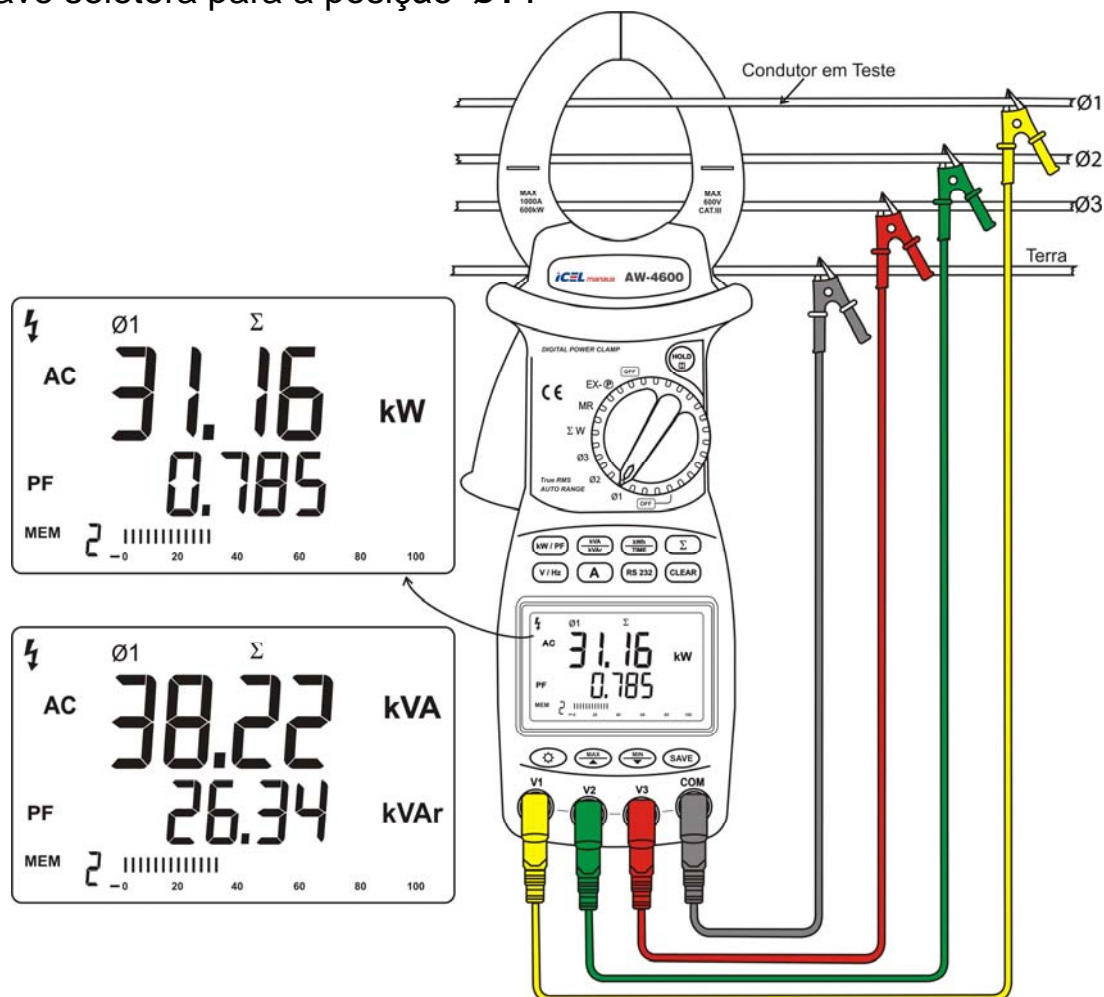

Figura 5.4.1
a. Conecte as pontas de prova no AW-4600 de acordo com a tabela do item 4.3 da página 7.
b. Conecte a garra jacaré preta no fio terra e as outras nas fases do circuito a ser medido, conforme a **figura 5.4.1** abaixo e então gire a chave seletora para a posição 'Ø1'.